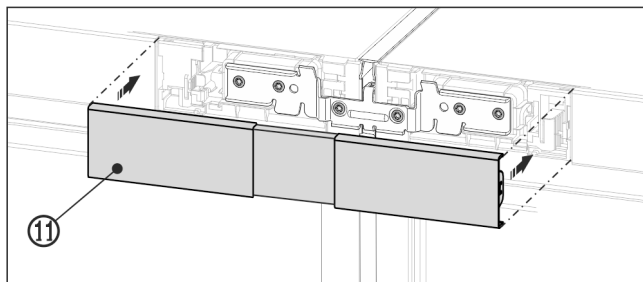

Fig. 23 Reprezentare exemplificativă
- Fixați capacul Fig. 23 (11) pe porțiunea încă deschisă dintre cele două măști ale panoului de comandă. Aveți grijă ca laturile exterioare ale capacului să fie aliniate la nivel cu măștile panourilor de comandă.